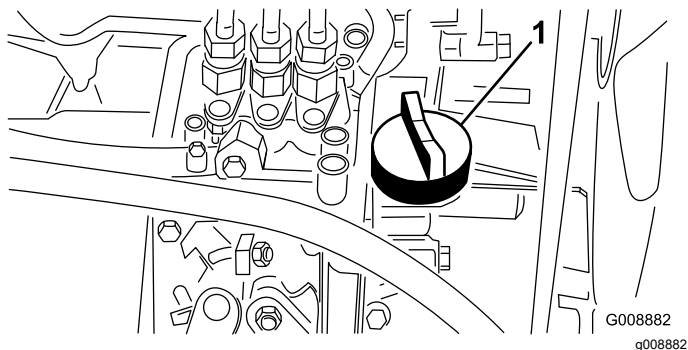

Figura 49
4. Si el nivel de aceite es bajo, retire el tapón de llenado (Figura 49) y añada poco a poco pequeñas cantidades de aceite, comprobando el nivel frecuentemente, hasta que el nivel llegue a la marca de lleno de la varilla.